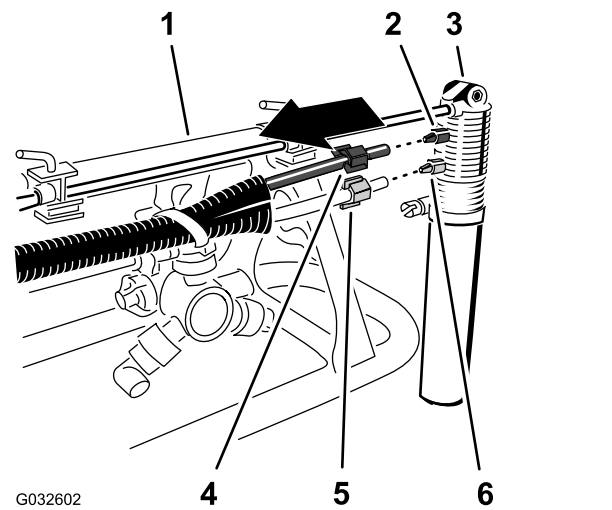

Figure 19
2. Sur la buse du traceur à mousse, desserrez l'écrou à compression qui fixe le tube bleu (eau) au raccord à compression bleu de la buse (Figure 19).
3. Desserrez l'écrou à compression qui fixe le tube transparent (air) au raccord à compression blanc de la buse du traceur à mousse (Figure 19).
5. Desserrez les écrous à compression aux extrémités des tubes (Figure 19).